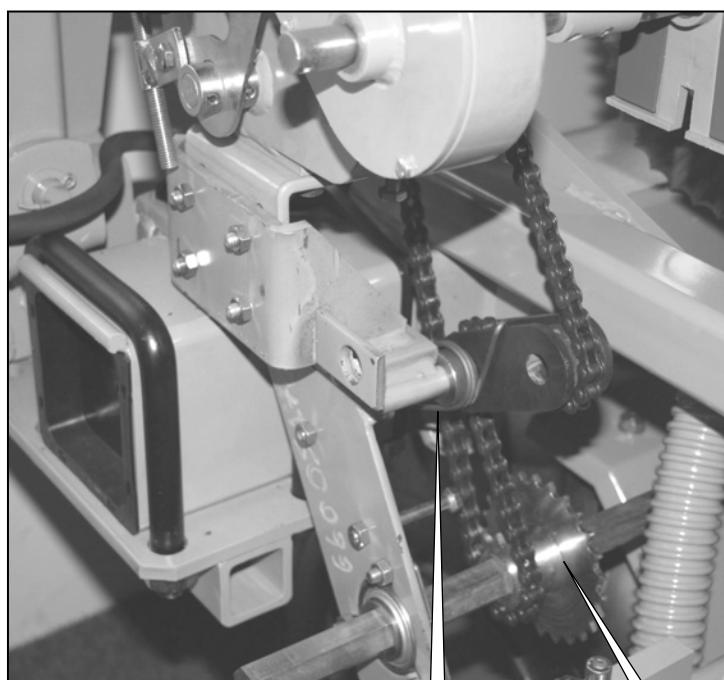
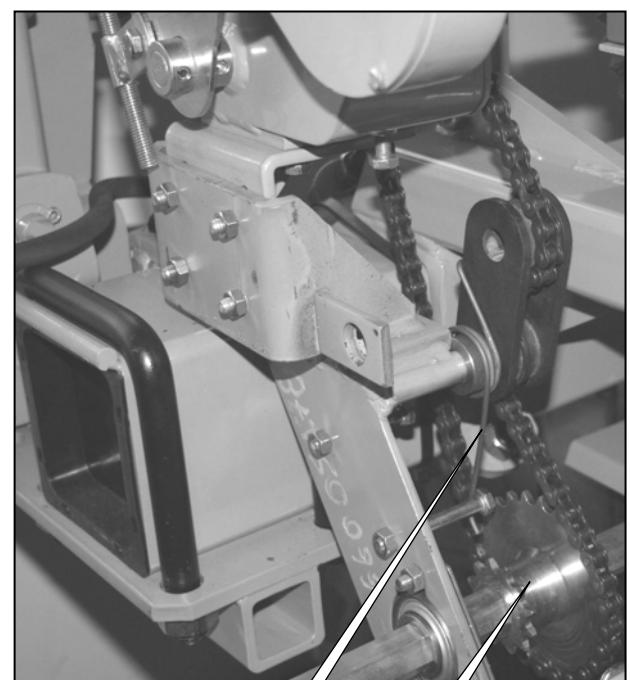

Fig. 2
Fig. 3
Due botole (B fig. 3 e 4) fornite di un tubo consentono lo spurgo della tramoggia.
Per fermare temporaneamente la distribuzione di concime, mettere la leva C su 0 (fig. 2).
- 2 - Changer la position de la chaîne sur le pignon double dentures (E fig. 2 et 3)
- 3 - Modifier la position du ressort de tendeur F (fig. 2 : pignon 12 dents, fig. 3 : pignon 25 dents)
- 3 – Die Position der Druckfeder F abändern (Abb. 2: Zahnrad 12 Zähne, Abb. 3: Zahnrad 25 Zähne)